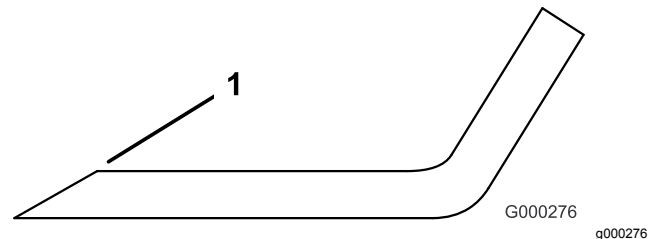

図 143
4. 刃先が鈍くなっていたり欠けていたりした場合には研磨する 図 143。